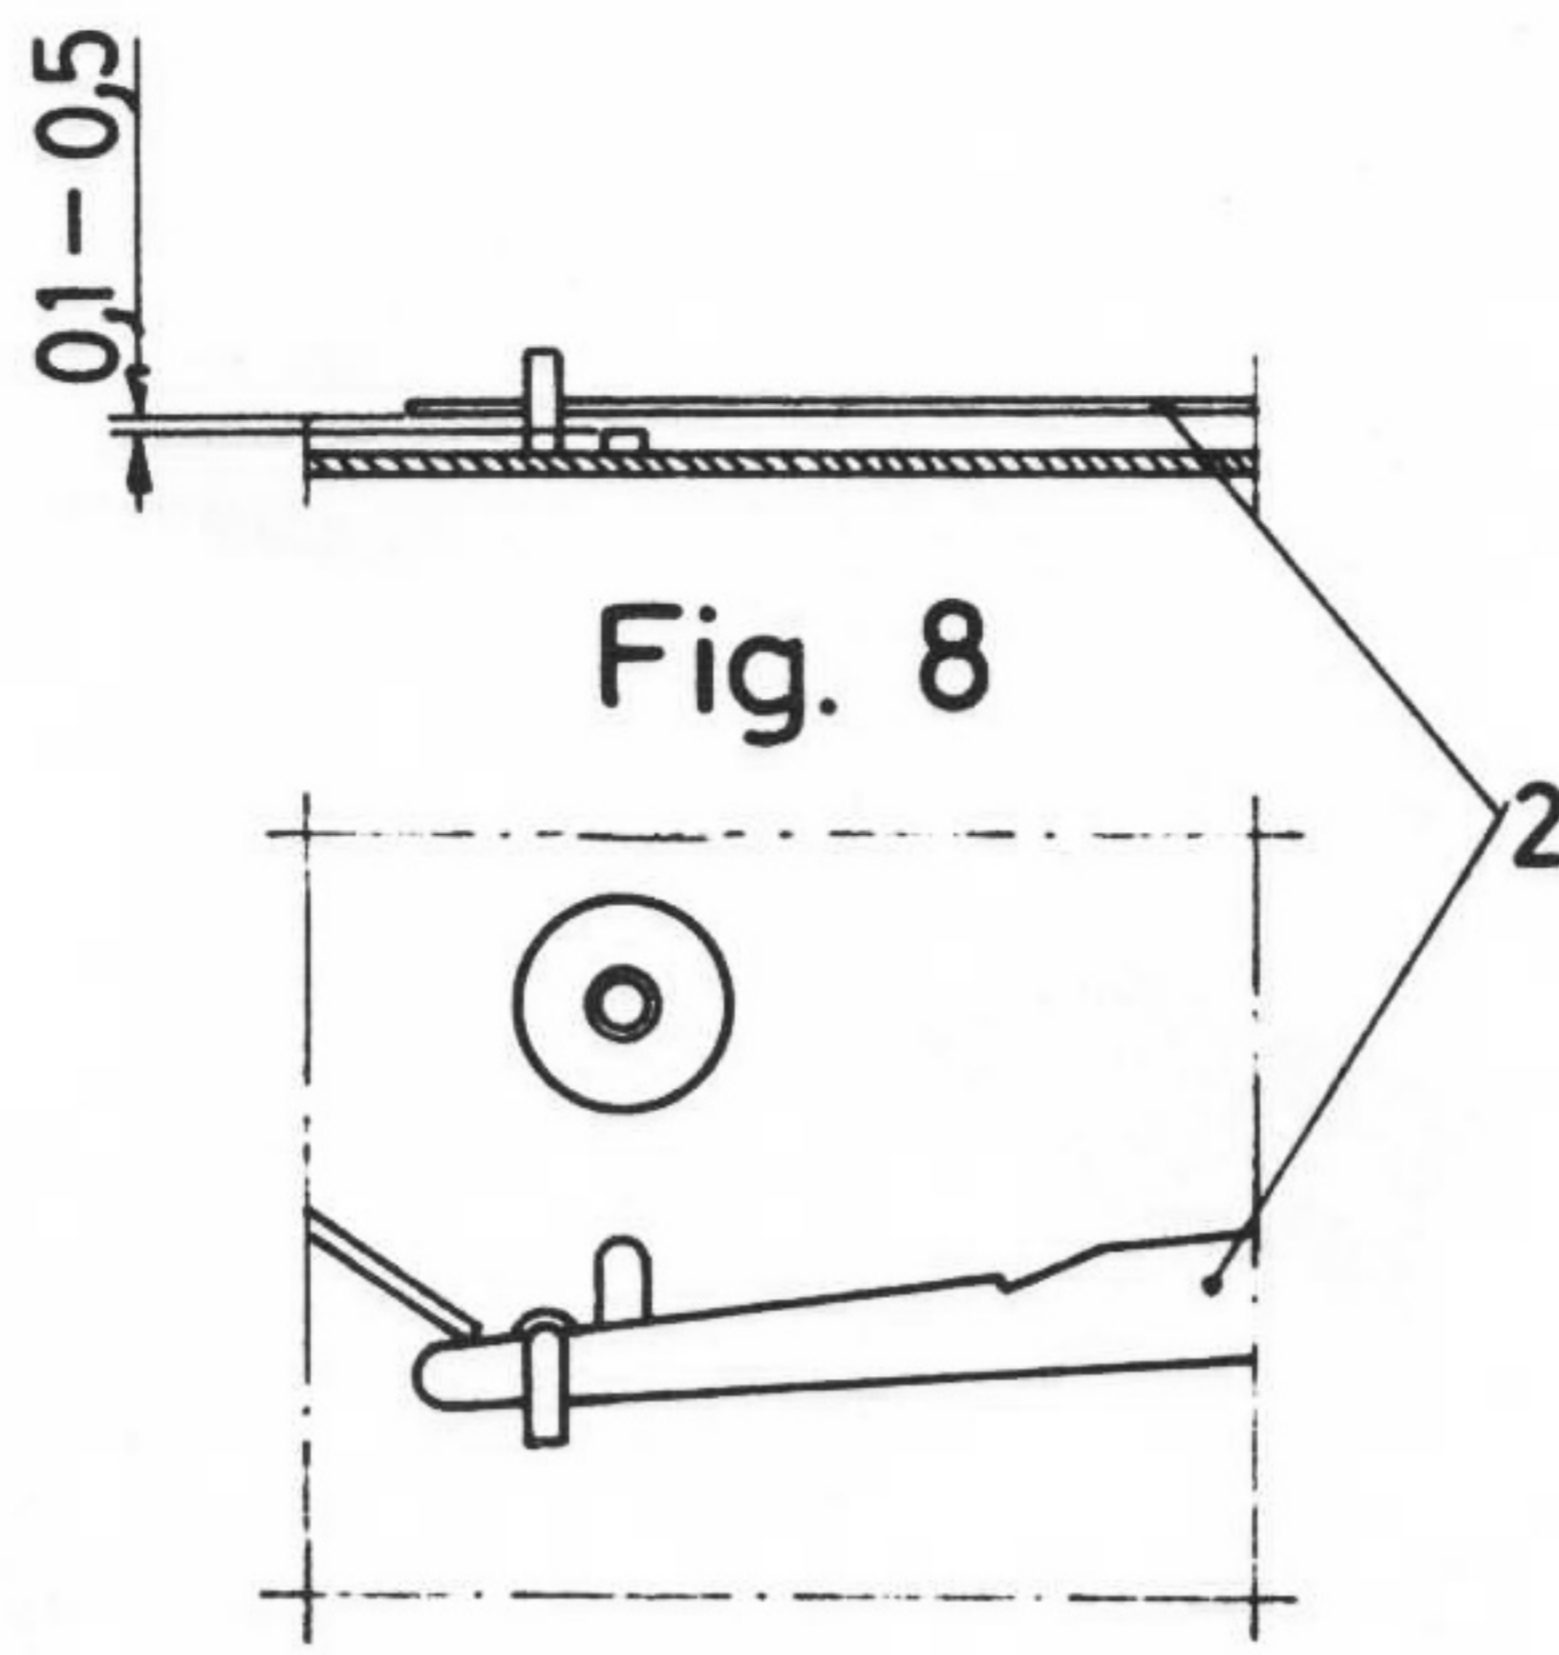

Fig. 8
2. Justering av start- och stopparm (2) fig. 8